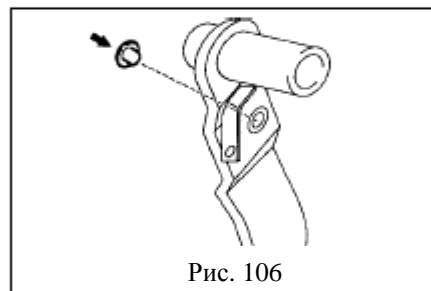

Рис. 106
- 13. Установите втулку вилки упорного щитка главного цилиндра системы сцепления.(рис.106)**